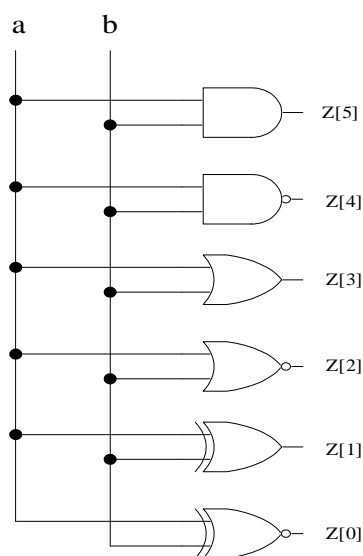

图 1-1 2 输入逻辑门电路
3. 图 1-1 所示电路包含 6 个不同的逻辑门，本实验中用 Verilog 语句来描述。